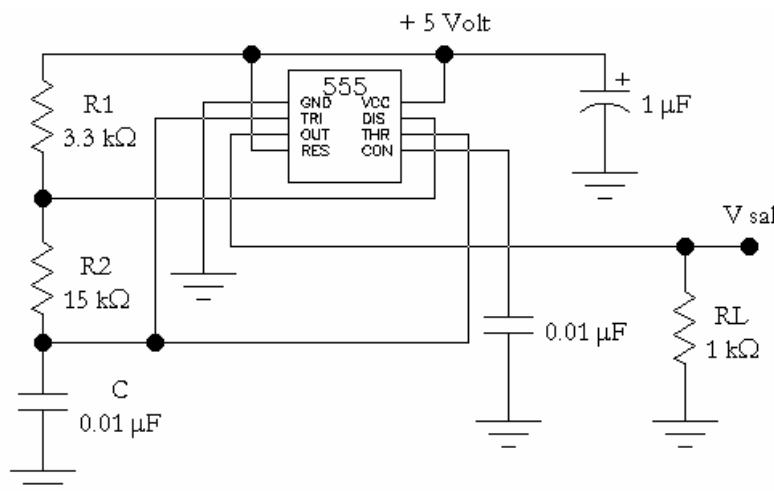
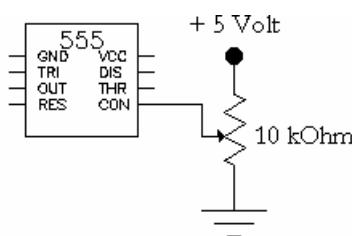

Figura 2
Figura 3
- 2.1. Armar el circuito de la Figura 2.
- 2.6. Medir las tensiones máxima y mínima en el terminal de salida (usada como source). La salida se comporta como source (fuente) cuando la resistencia de carga se conecta a tierra (como se encuentra en la figura 2). Registrar estos valores en la Tabla 3.
- 3.1. Rearmar el circuito de la Figura 2 eliminando el capacitor de $0,01 \mu\text{F}$ de la terminal de CONTROL. En su lugar realice la conexión mostrada en la Figura 3.